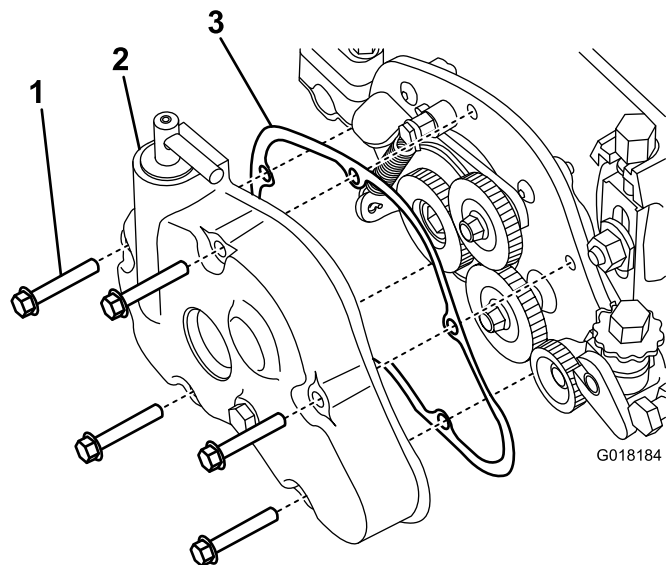

Рисунок 24
1. Снимите крышку редуктора с корпуса механической щетки, проследив за тем, чтобы было включено сцепление шестерен щетки для снятия усилия пружины, воздействующего на крышку (Рисунок 24).